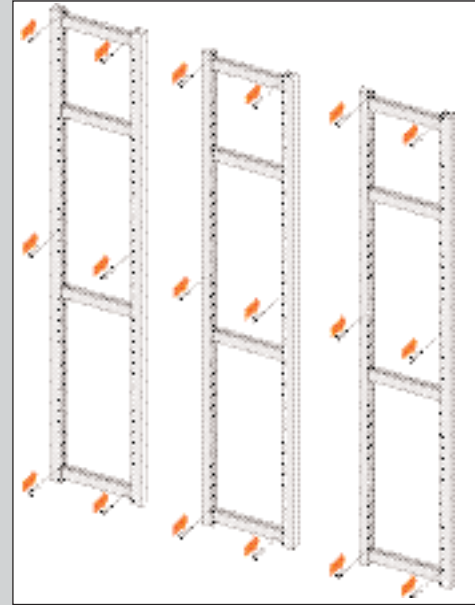

ABBILDUNG 10
1. Setzen Sie in sämtliche Ständer Tragstifte ein, und zwar an folgenden Stellen (siehe Abb. 10):